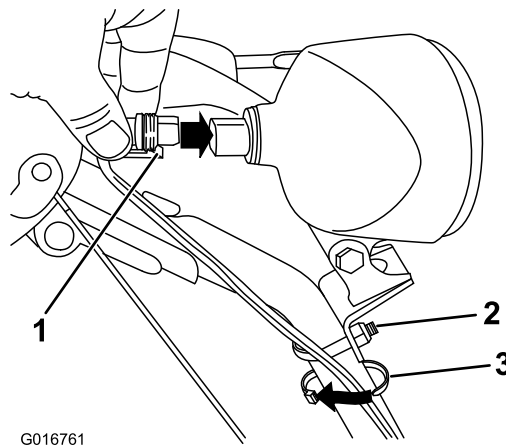

Bild 18
1. Setzen Sie den Kabelanschluss am losen Ende des Kabels gerade hinten in die Scheinwerfereinheit ein, bis er fest sitzt (Bild 18).
Hinweis: Achten Sie darauf, dass der Kunststoffclip am Kabelanschluss unten ist (Bild 18).
2. Befestigen Sie eine Kabelbinde (von den losen Teilen) ungefähr 2,5 cm unter dem U-Bügel um das Kabel und den Holm (Bild 18).